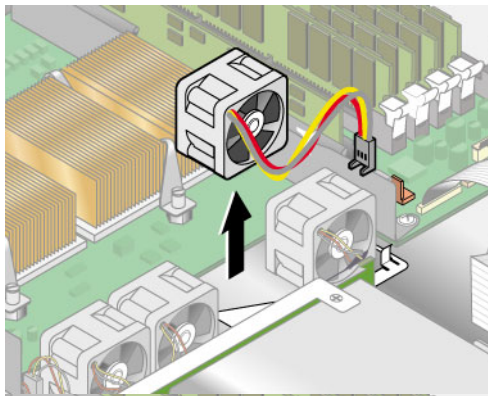

図 3-10 冷却ファンの取り外し
4. 右から 2 番目のプロセッサファンを取り外します (図 3-10 を参照)。